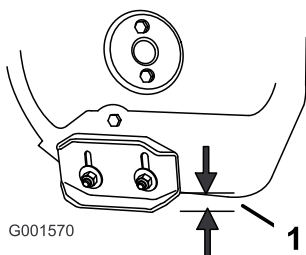

Figure 45
2. Desserrez les écrous de fixation des deux patins aux côtés de la vis sans fin jusqu'à ce que les patins puissent coulisser aisément vers le haut et vers le bas (Figure 45).